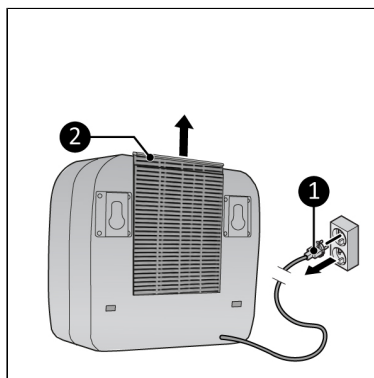

Figure 144.
- støpselet er tatt ut (Figure 144, pos. 1) av stikkkontakten.
2. Trekk rammen opp (Figure 144, pos. 2) og fjern filteret.